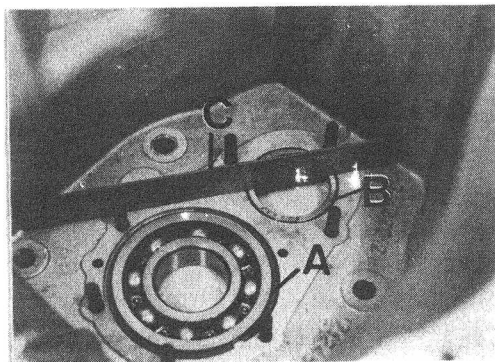

Fig. C1-83 Montaje cárter de embrague
- 2.2.1. Desmontar el rodamiento del primario con su anillo elástico de tope y la pista del rodamiento cónico de la parte delantera del eje intermediario, del cárter de embrague desmontado, y montarlos en el nuevo cárter de forma que el anillo elástico, A (Fig. C1-83) del rodamiento, haga tope sobre la cara frontal interna del cárter y la pista, B, del rodamiento cónico delantero del eje intermediario, quede al ras de la cara frontal interna del cárter de embrague.